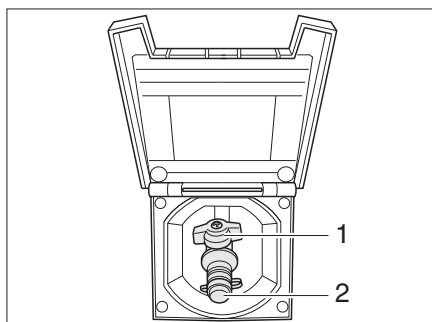

Fig. 89 Toma exterior de gas, válvula de paso de gas cerrada
La toma externa de gas (Fig. 89) está, en función del modelo, en la parte trasera o en el lado izquierdo o derecho del vehículo.
- Conectar el aparato de gas externo en el punto de conexión (Fig. 89,2).
- Abrir la válvula de paso de gas (Fig. 89,1).